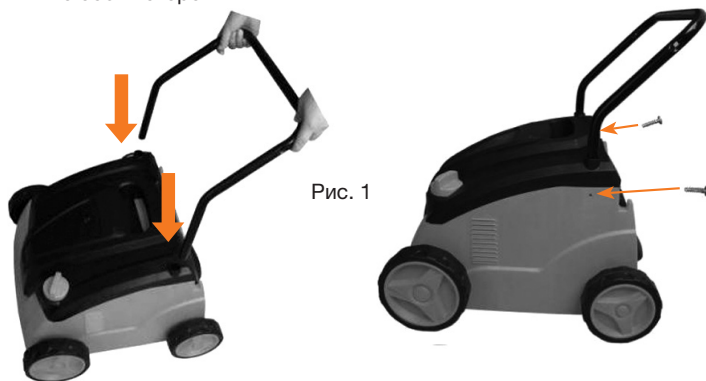

Рис. 1
2. Установите нижнюю часть рукоятки (рис. 1):